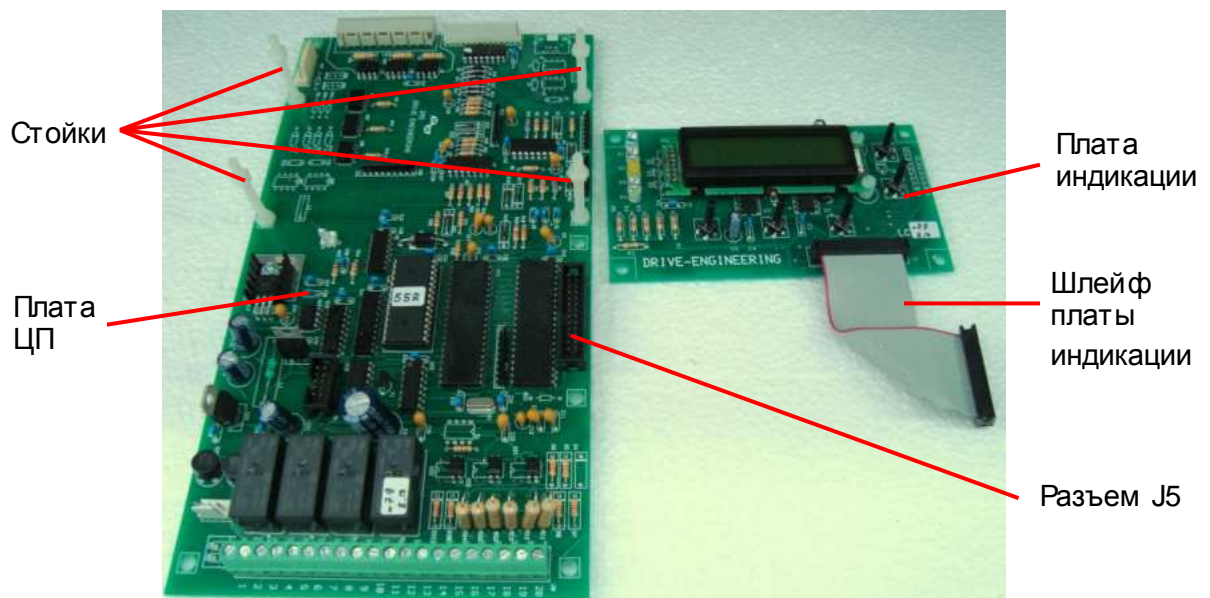

Рис. 7.31
7.12.1. Установить плату индикации на направляющие стойки (рис. 7.31).
7.12.3. Подключить разъем шлейфа платы индикации к разъему J5 платы ЦП (рис. 7.31).